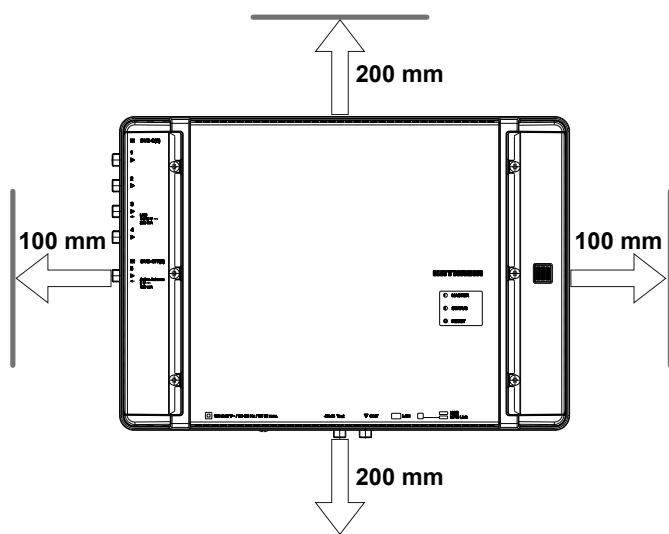

Abb. 2: Für die Belüftung erforderlicher Freiraum
- Um das Gerät ist die freie Luftzirkulation möglich, der Freiraum gemäß Abb. 2 ist vorhanden.